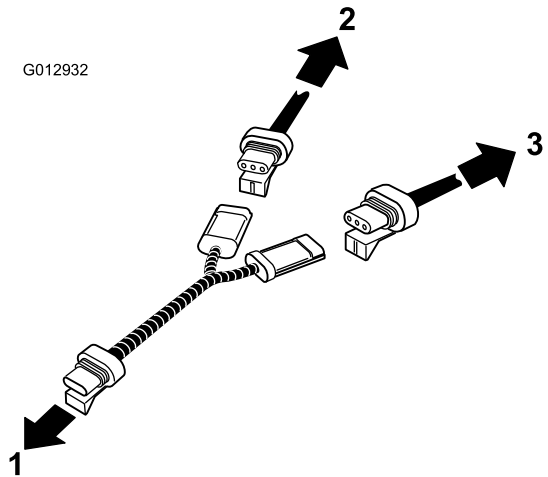

Figura 14
17. Instale el arnés puente en forma de Y entre el arnés del sensor de velocidad y los arneses de cableado existente y de pulverización. Conecte el sensor de velocidad tanto al arnés de cables existente como al arnés de cables del sistema de pulverización (Figura 14).